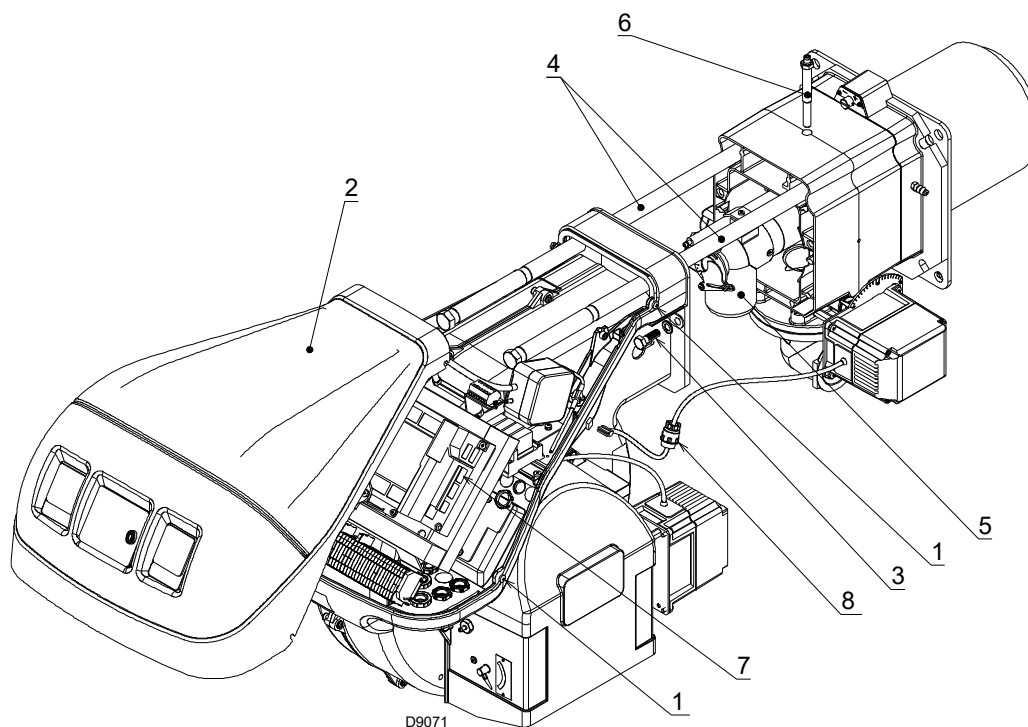

Рис. 39
- Ослабьте 4 винта 1)(Рис. 39) и снимите кожух 2).
- Подсоедините штекер сервопривода 7)(Рис. 39) и закрутите кабельный ввод 8).